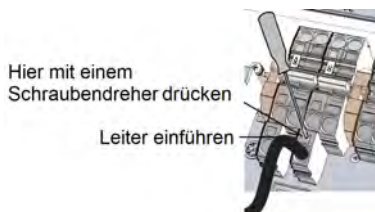

Abbildung 23: DC-Federklemmen
- c. Führen Sie die Ader in die obere Öffnung ein (siehe Abbildung 23).